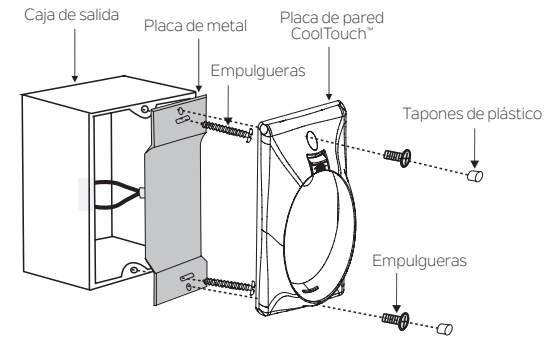

Fig. 26
Paso 2. Instale la placa de metal y la placa de pared CoolTouch™ en la caja de salida de pared existente con 4 tornillos provistos. Luego coloque los dos tapones de plástico en la placa de pared. (Fig. 26)